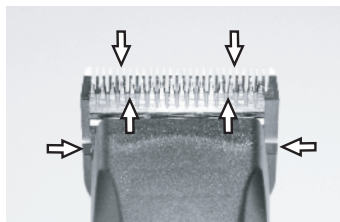

Fig. 24
Para conseguir un buen resultado de esquila y para alargar la duración de la esquiladora, es imprescindible aplicar una fina capa de aceite sobre las cuchillas superior y inferior (fig. 24).
- ▶ Lubrique los peines suficientemente durante el esquila (como mínimo cada 15 minutos), para que no marchen en seco (fig. 24).
Es necesario lubricar los peines antes, durante y después de cada uso. Si los peines dejan rayas, es una señal segura que necesitan aceite. Aplique algunas gotas de aceite de frente y lateralmente de los peines (flechas fig. 24). Quite el aceite sobrante por un pañuelo suave y seco. Aerosoles lubricantes no contienen suficientemente aceite para una buena lubricación, pero son convenientes para la refrigeración de los peines. Cambie de inmediato peines dañados o dentados a fin de evitar heridas.